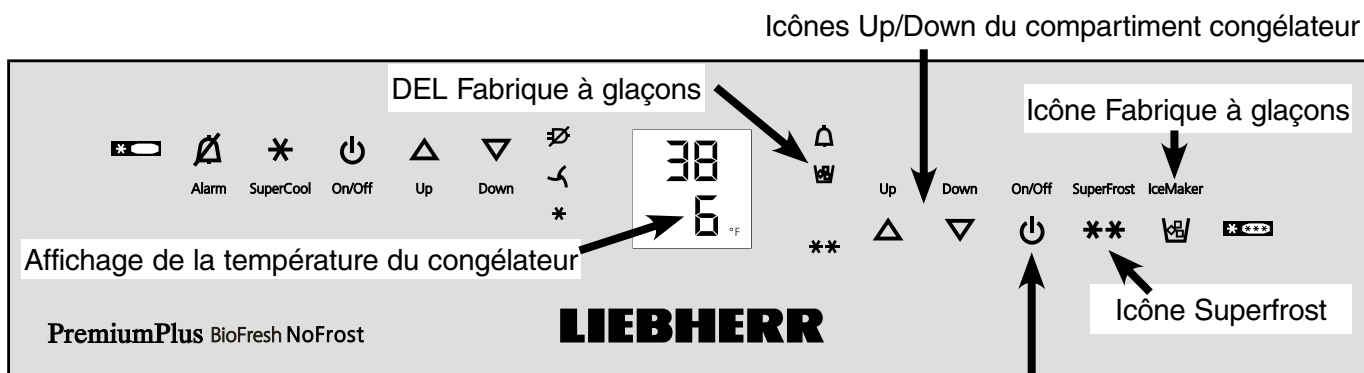

Figure 26
- Mettre en marche la fabrique à glaçons en appuyant sur l'icône Fabrique à glaçons (**Figure 26**).
- Appuyer sur l'icône **Fabrique à glaçons** afin d'allumer la **DEL Fabrique à glaçons** (**Figure 26**).